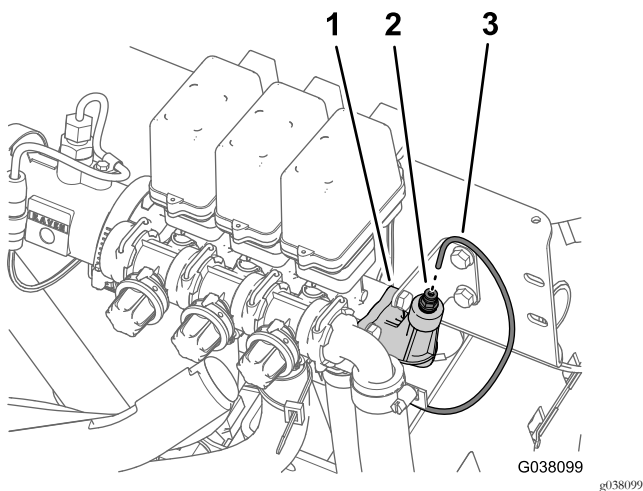

图5
1. 按住右喷洒臂段阀端盖中的管道连接器锁环图5。
2. 从管道连接器中拉出仪表板仪表压力传感管图5。